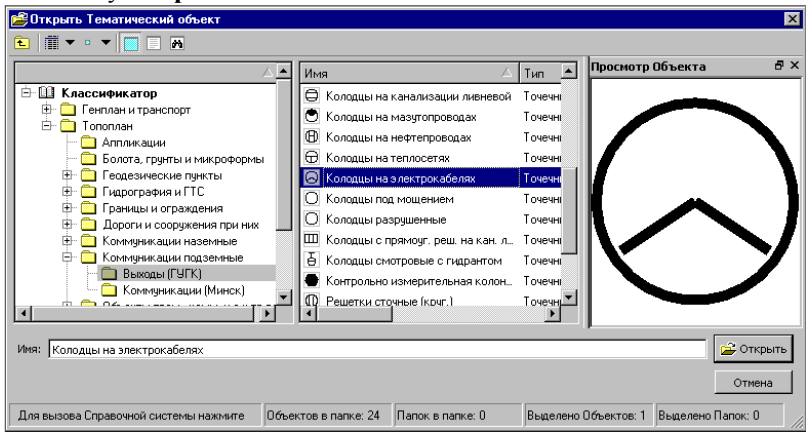

Рис. 7.4
4. В открывшемся диалоговом окне **Открыть Тематический объект** выберите объект **Колодцы на электрокабелях** (рис. 7.4) и нажмите кнопку **Открыть**.